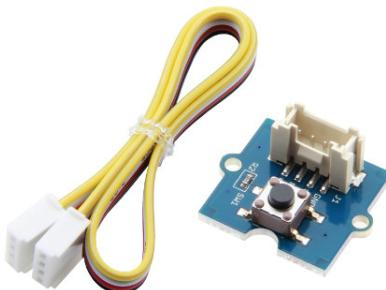

FIGURE 14 – Bouton poussoir Grove, avec son câble
►Q.43: Connecter un bouton poussoir sur l'entrée 34. Pour cela, on utilise un connecteur «GROVE», voir figure 14 page 31, dont les fils sont repérés comme ceci :